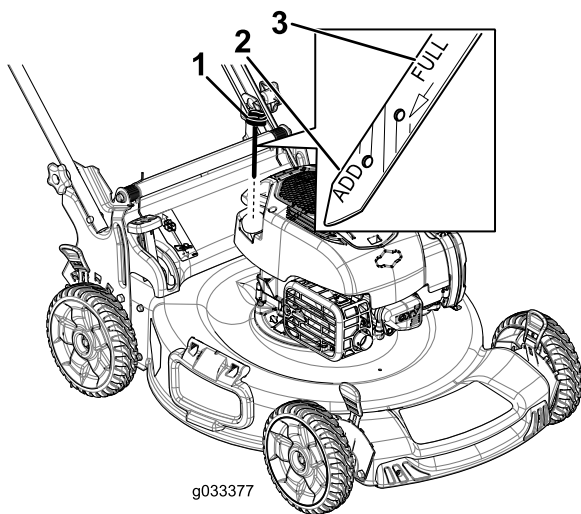

Рисунок 20
3. Выньте масломерный щуп, повернув крышку против часовой стрелки и вытянув ее (Рисунок 20).
10. Определите уровень масла по отметкам на щупе (Рисунок 20).